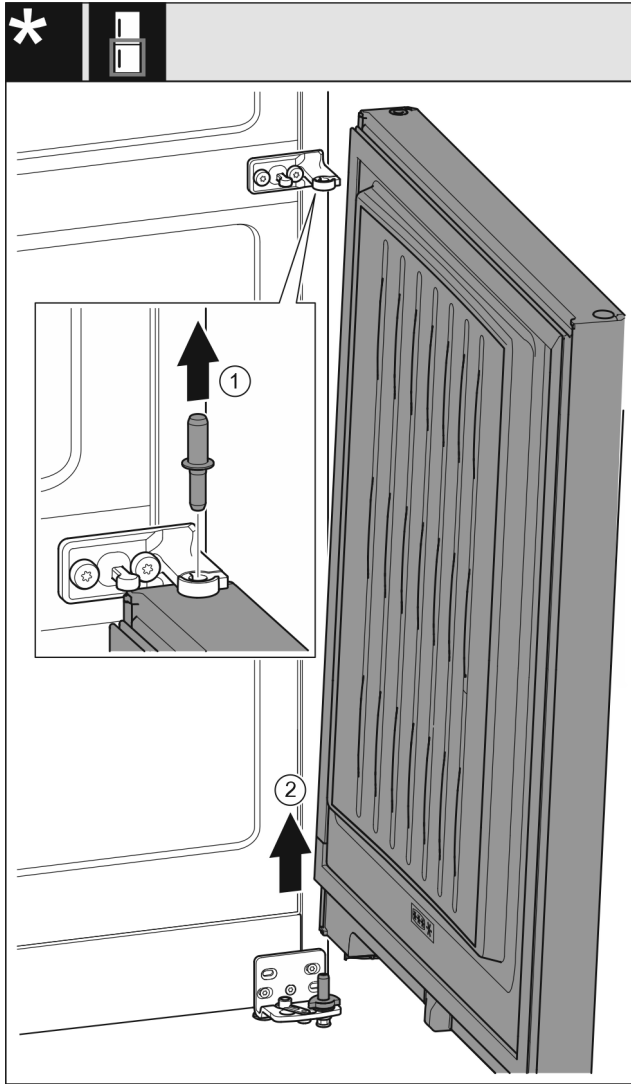

Fig. 10 无减震器
- ▶ 向上拉出螺栓 Fig. 10 (1)。
- ▶ 冰箱门 Fig. 10 (2)向外旋转，向上拉出后放在旁边。